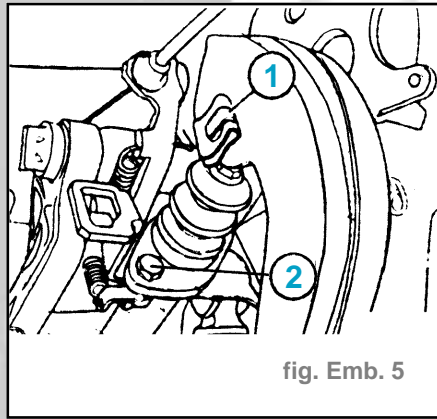

fig. Emb. 5
- Retirer l'agrafe et extraire l'axe (1).
- Déposer les vis (2) (fig. Emb. 5).